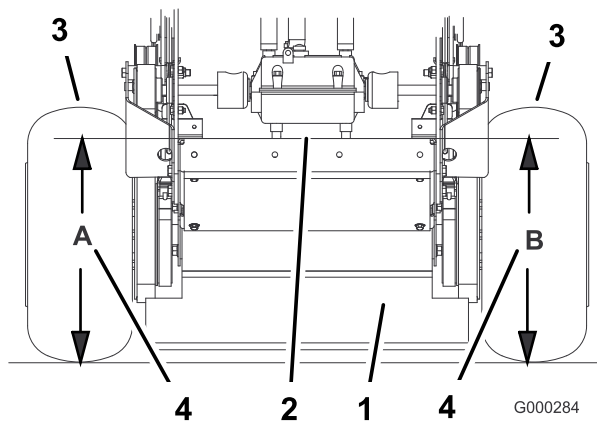

Figure 62
4. Mesurez la hauteur du plancher moteur au point A (Figure 62).
- Mesurez la hauteur du plancher moteur au point **B** (Figure 62).